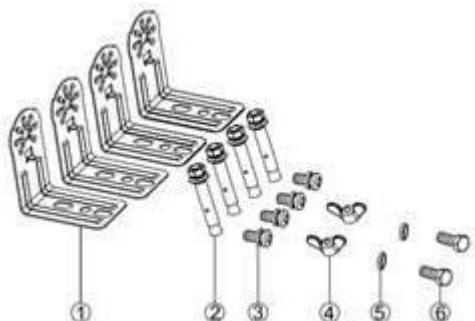

Рисунок 3
2. Достаньте крепежный комплект (рис.3).